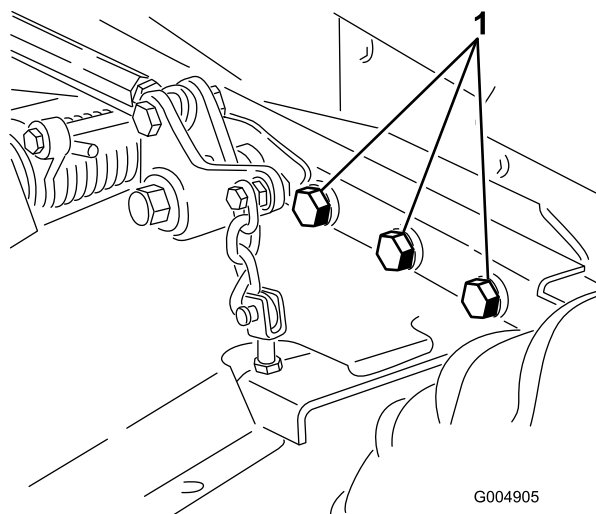

Figure 59
5. Vérifiez le serrage de toutes les fixations et resserrez-les au besoin. Serrez les 6 boulons qui fixent le cadre du plateau de coupe au groupe de déplacement (Figure 59) à 359 N·m.